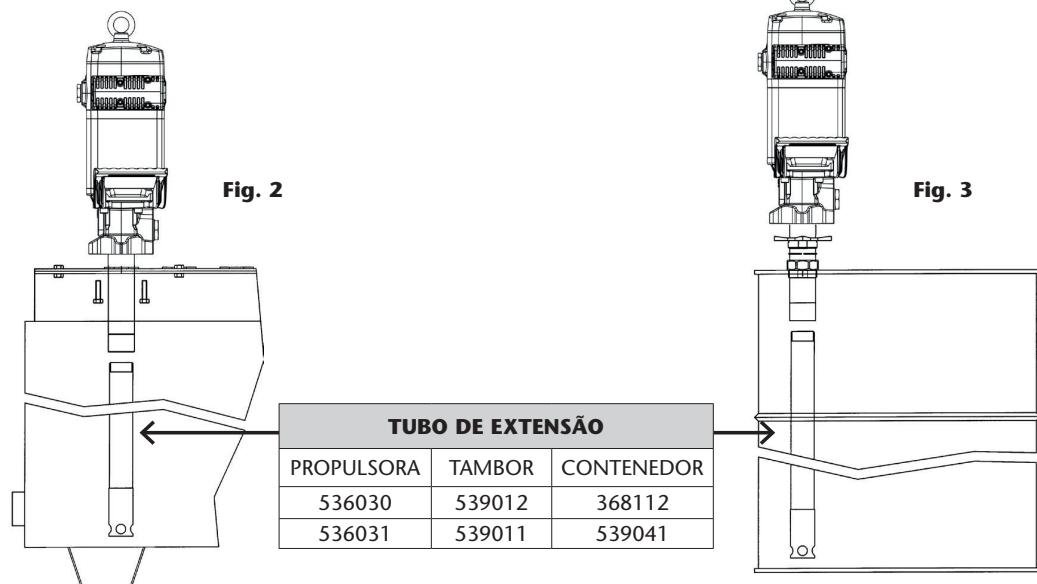

Fig. 2
- Para Instalar a propulsora em tambor ou em contentor (ver Fig. 2). rosquear o tubo prolongador (ver Fig. 2) por o interior da tampa do tambor/contentor. Rosque a propulsora a tampa com os parafusos M10 (4 padrão de furos de centros de diâmetro 112 mm).